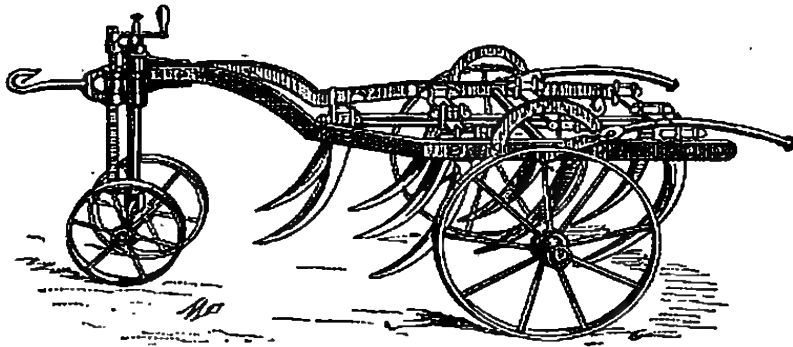

Fig. 328. — Scarificateur.
6. Scarificateur. Extirpateur. — Le scarificateur (*fig. 328*) sert à ameublir le sol sans le retourner. Il est muni de dents légèrement